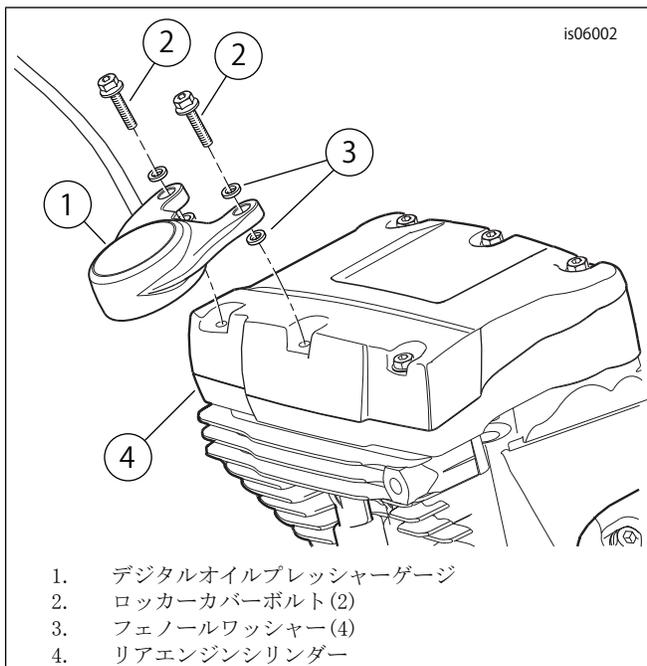

図2. デジタルオイルプレッシャーゲージの取付け
5. 図2を参照してください。リアエンジンシリンダー(4)に移ります。右側の一番後ろにあるロッカーカバーボルト(2)を2本取り外し、廃棄します。ネジ山のあるキャビティーから古いネジ止め剤を拭き取ります。